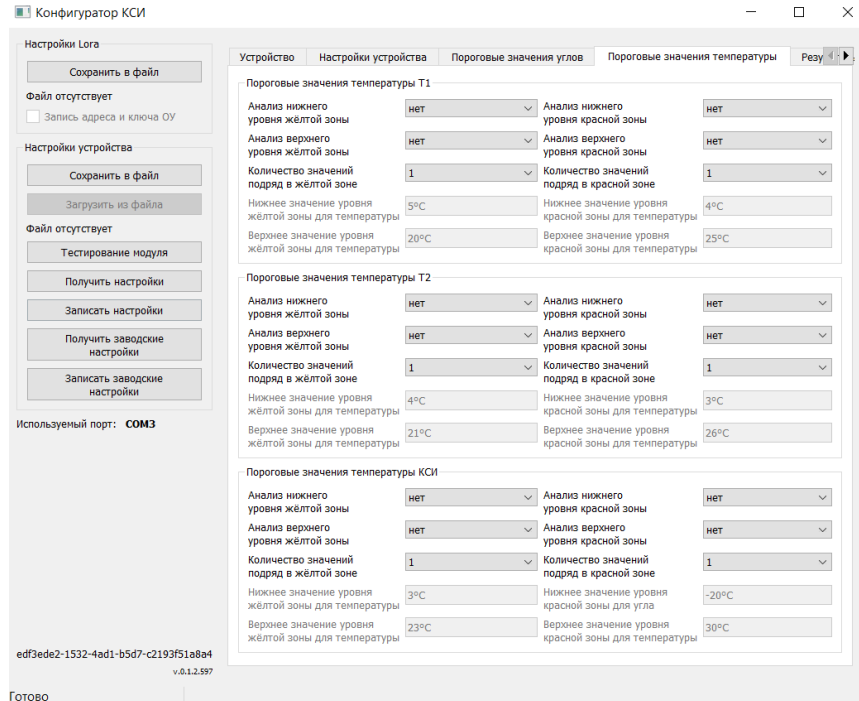

Рисунок 7 – Вкладка «Пороговые значения температуры» программы «Конфигуратор КСИ».
14. В окне программы «Конфигуратор КСИ» на вкладке «Пороговые значения температуры» произвести проверку или изменение требуемых пороговых значений температуры для инклинометра СМИК ДИ15 и контроллера КСИ LoRaWAN. Нажать кнопку «Записать настройки» в секции «Настройки устройства» (рисунок 7). Описание всех настроек приведены в Приложении 1 Протокол конфигурации КСИ LoRaWAN.